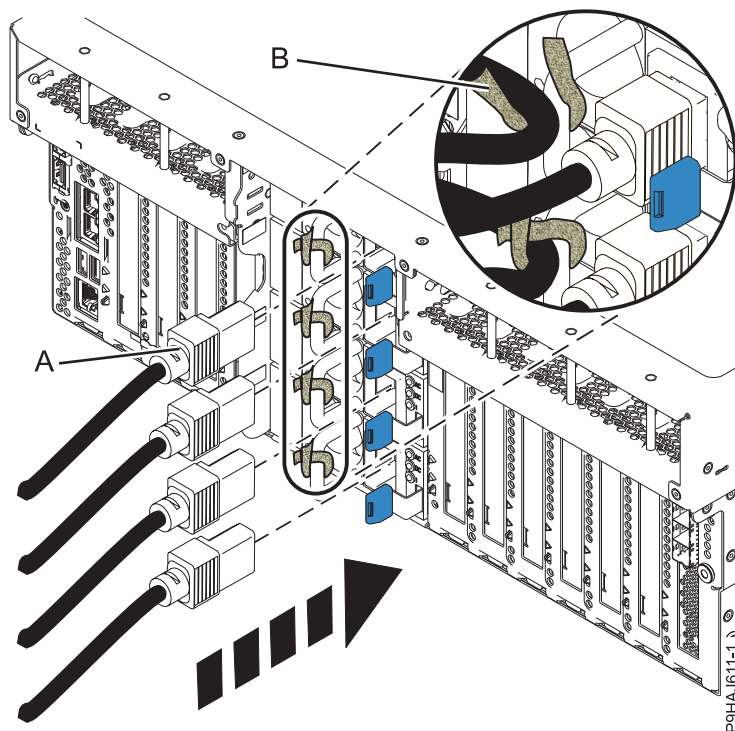
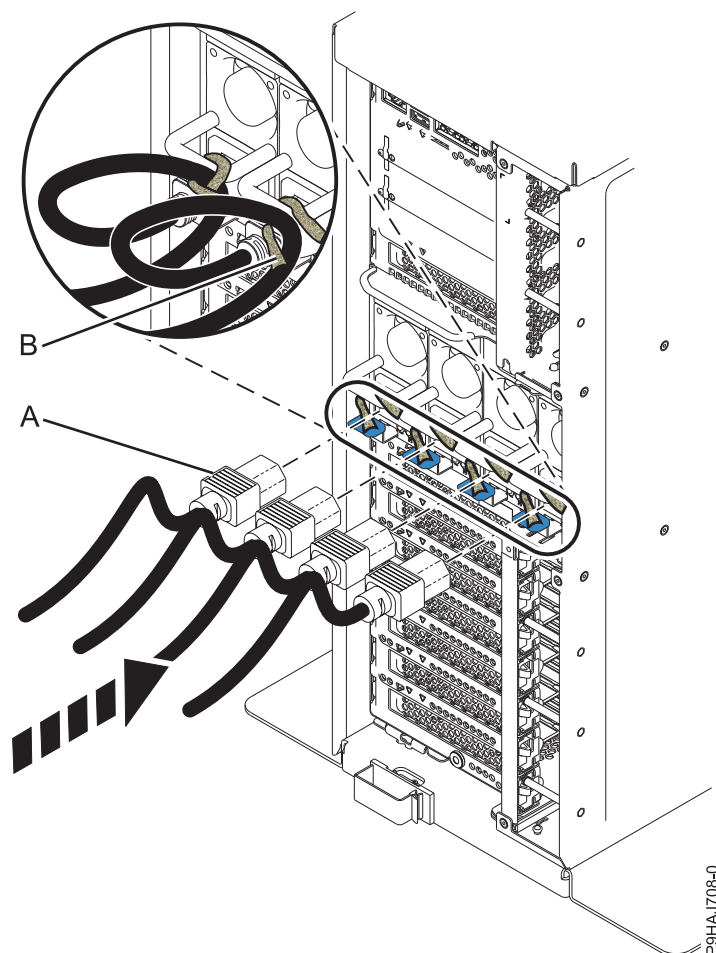

Abbildung 44. Netzkabel an ein Einschubsystem anschließen
Abbildung 45. Netzkabel an ein Standalone-System anschließen
2. Schließen Sie die Netzkabel (A) mithilfe Ihrer Beschriftungen wieder an die Systemeinheit an. Befestigen Sie die Netzkabel (A) mit den Klettverschlüssen (B) am System (siehe Abb. 44 oder Abb. 45 auf Seite 63).